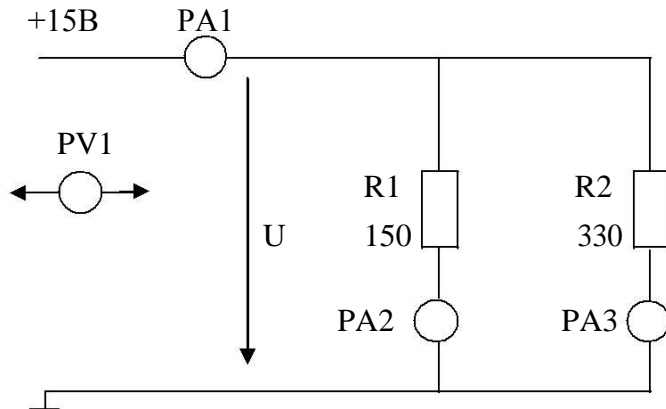

Рис.2
- 2.3. Собрать электрическую цепь с параллельным соединением резисторов (рис.2). В качестве амперметров PA1...PA3 использовать цифровые приборы. В качестве вольтметра использовать стрелочный вольтметр PV1 (красная клемма вольтметра соответствует «+», черная «-»). Представить схему для проверки преподавателю.